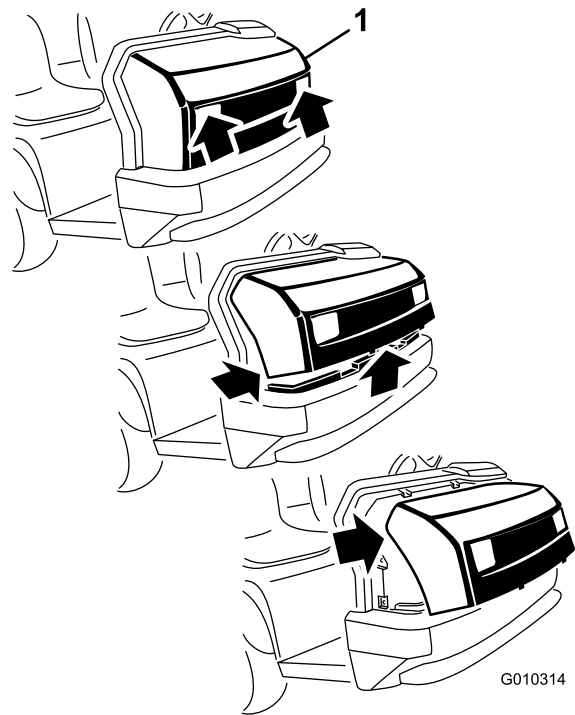

Figure 5
2. Faites pivoter le bas du capot vers le haut jusqu'à ce que vous puissiez dégager les pattes de fixation supérieures des fentes du cadre (Figure 5).
3. Pivotez le haut du capot en avant et débranchez les connecteurs des fils des phares (Figure 5).
1. Saisissez le capot par les ouvertures des phares et soulevez-le pour dégager les pattes de fixation inférieures des fentes du pare-chocs (Figure 5).